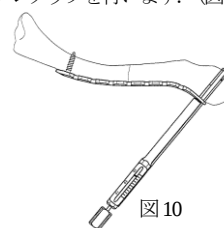

図10
- 11) 鎖骨ロックングプレート用デプスゲージの先端フックを反対側皮質に引っ掛け、スケールを読み取ります。 (図10)